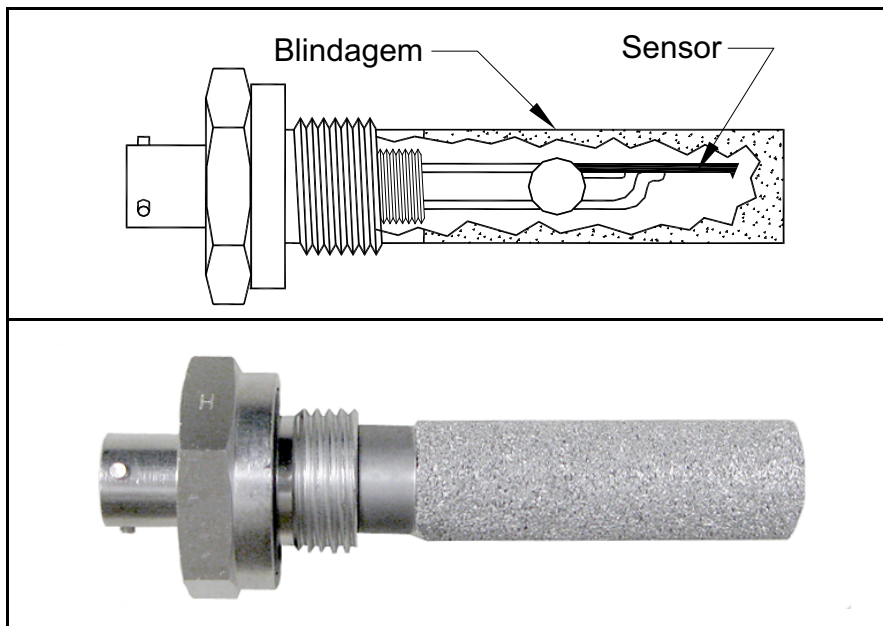
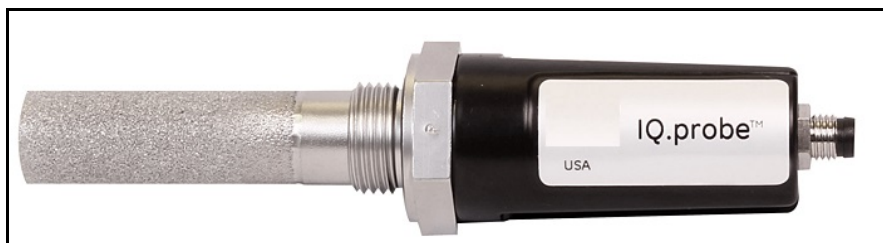

Figura 2: Sonda Série M
Figura 3: IQ.probe
A sonda de umidade faz parte do sistema que entra em contato direto com o processo. O **dew.IQ** usa qualquer sonda Panametrics **Série M** (veja *Figura 2* abaixo) ou um **IQ.probe** (veja *Figura 3* abaixo) para medir a temperatura de ponto de orvalho em °C ou °F. O conjunto do sensor é fixado na montagem do sensor e protegido por uma blindagem de aço inoxidável concretado (veja *Figura 2* abaixo).
- Sonda Série M (veja *Figura 2*)
- IQ.probe (veja *Figura 3*)